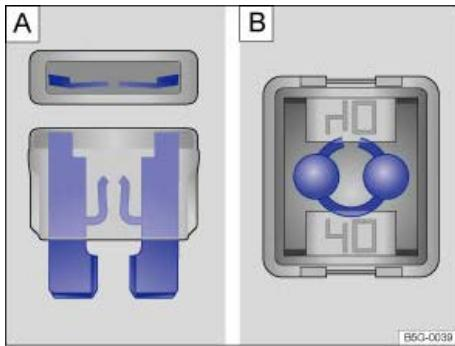

Abb. 305 Durchgebrannte Sicherung: Flachstecksicherung, Blocksicherung.
- Eine durchgebrannte *Flachstecksicherung (ATO[®], MINI[®])* ist von oben und seitlich durch das transparente Gehäuse am durchgeschmolzenen Metallstreifen erkennbar ⇒ Abb. 305 **A**.
- Bei einer durchgebrannten *Blocksicherung (JCASE[®])* ist der durchgeschmolze Metallstreifen von oben durch das transparente Gehäuse erkennbar ⇒ Abb. 305 **B**.